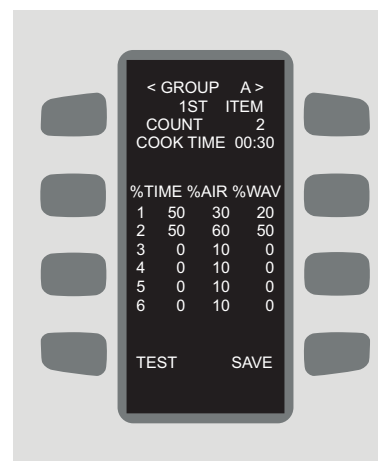

FIGURA 15: Pantalla Editar ajustes de recetas
7. Ajuste los siguientes componentes de un elemento de comida (vea Figura 15 - para navegar de un campo a otro, presione la tecla ARRIBA o ABAJO):